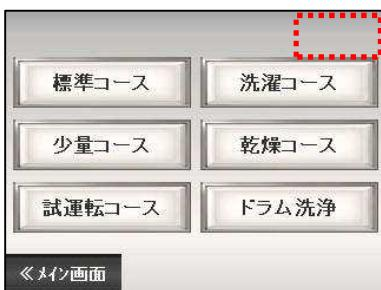

図 7-39
- 修正画面の左上隅を3秒間押すとプログラムクリア画面に切り替えます。(図 7-39)